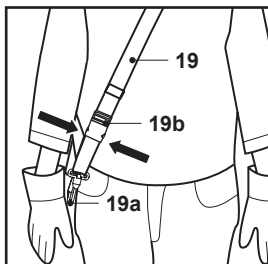

Fig. 16
7. En cas d'urgence, tenir la perche supérieure (10) avec la main gauche, et utiliser la main droite pour appuyer sur les deux clips de déblocage rapide (19b). Le produit ainsi que le clip de fixation (19a) seront automatiquement libérés du corps en raison du poids du produit (Fig. 16).